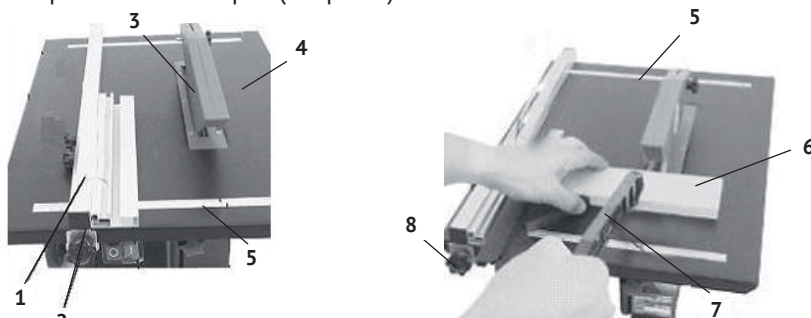

рис. 5
2.2.1 Прямолинейный рез (см. рис.5):
- в зависимости от толщины заготовки установить на рабочий стол (рис.5 поз.4) параллельный упор (рис.5 поз.1) высоким или низким бортиком в сторону режущего диска (рис.5 поз.3);
- ослабить винты (рис.5 поз.2) зажимов (рис.5 поз.8), сдвинуть планку параллельного упора (рис.5 поз.1) до совпадения отмеченной линии реза на заготовке (рис.5 поз.6) с плоскостью режущего диска (рис.5 поз.3);
- при работе с узкими заготовками или при поперечном резе необходимо использовать толкатель (рис.5 поз.7), как показано на рис.5;
- прижав торец заготовки к угловому упору ослабить винты (рис.5 поз.2) зажимов (рис.5 поз.8), сдвинуть планку параллельного упора (рис.5 поз.1) до совпадения отмеченной линии реза на заготовке (рис.5 поз.6) с плоскостью режущего диска (рис.5 поз.3);